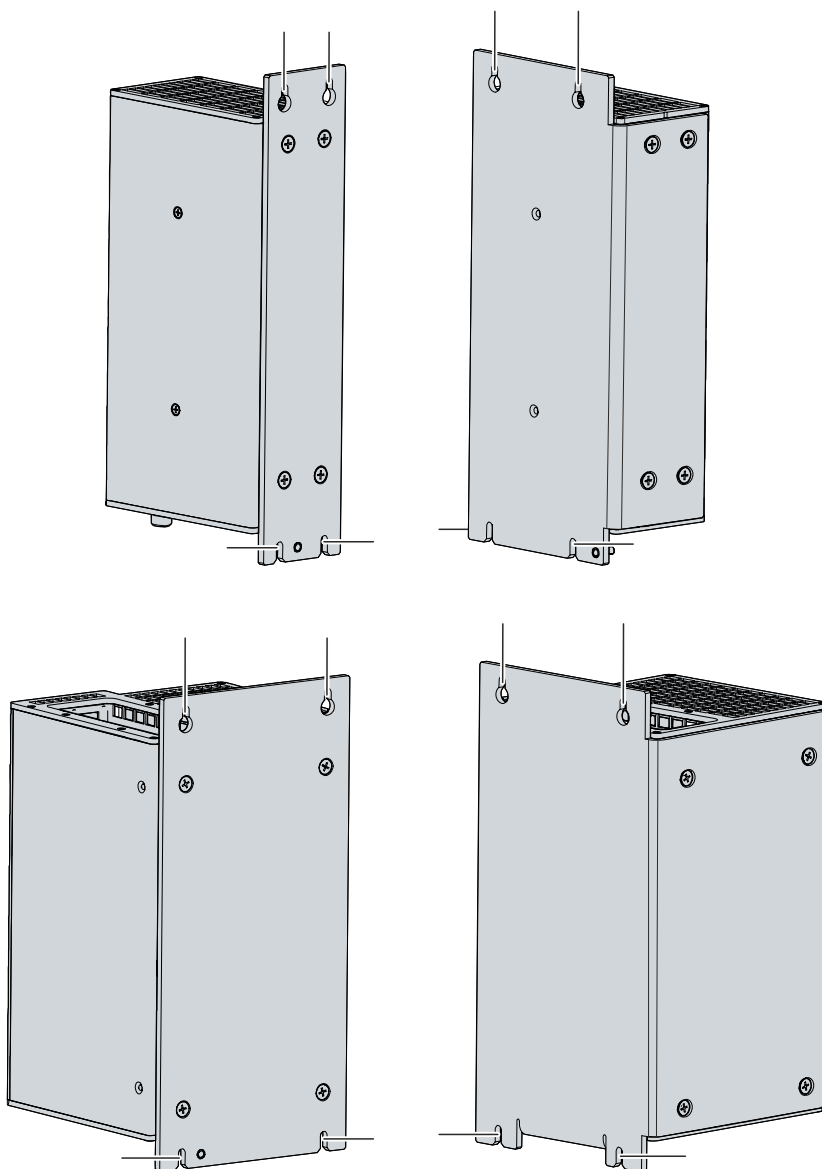

図 21: 制御盤からの取り外し
2. PC を持ち上げ、取付ネジがキーホールにはまるようにします(図21 参照)。